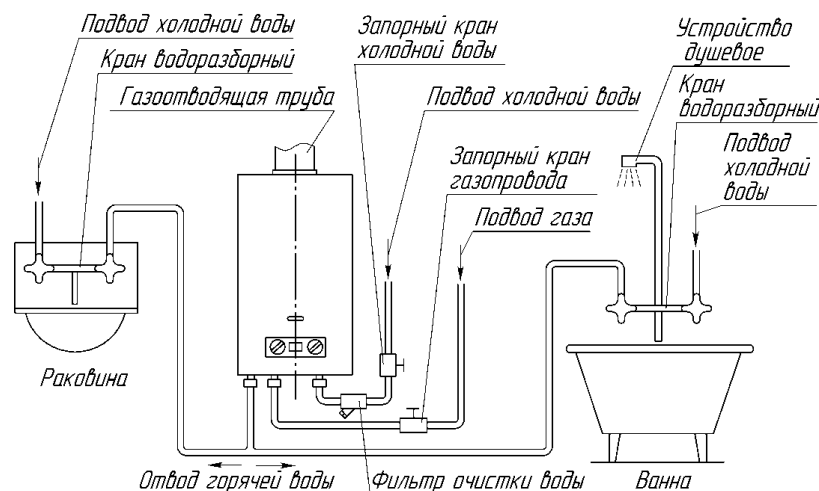

Рис. 5. Схема установки аппарата
7.1.10. Схема установки (подключения) аппарата приведена на рис. 5. Рекомендуется сначала подключить аппарат к водопроводной сети, заполнить систему аппарата водой, и затем подключить его к газовой сети.
7.3.1. Для увеличения срока службы аппарата и улучшения его эксплуатационных характеристик рекомендуется устанавливать перед аппаратом фильтр очистки воды (рис. 5).
7.3.2. Для облегчения последующего технического обслуживания необходимо установить перед аппаратом запорный кран на трубопроводе подвода холодной воды (рис. 5). Запорный кран должен быть легкодоступен.